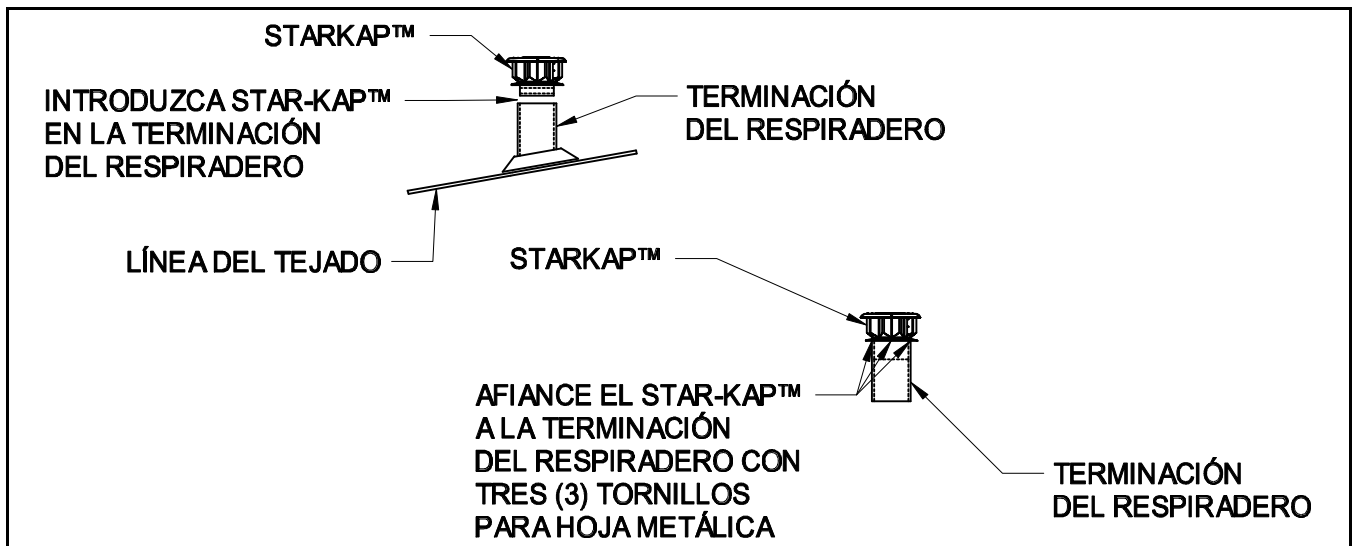

Figura 3
2. Introduzca el Starkap™ en el interior del tubo de terminación del respiradero, asegurándose de que el Starkap™ esté bien sellado contra el collarín. Afiance el Starkap™ al tubo de terminación del respiradero usando tres (3) tornillos para hoja metálica. La ubicación de los tornillos debe ser aproximadamente a ½ pulgada del extremo del tubo de terminación del respiradero. (Ver Figura 3) Las cabezas de los tornillos deben estar cubiertas con un compuesto sellador de silicona para altas temperaturas o un equivalente.